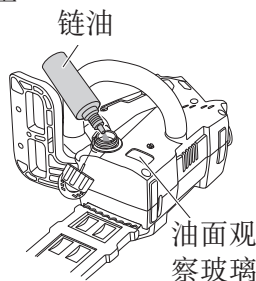

图 18
- 本机在交付时里面并无链油。在使用前，请确保油箱中加满所提供的链油。（图 18）